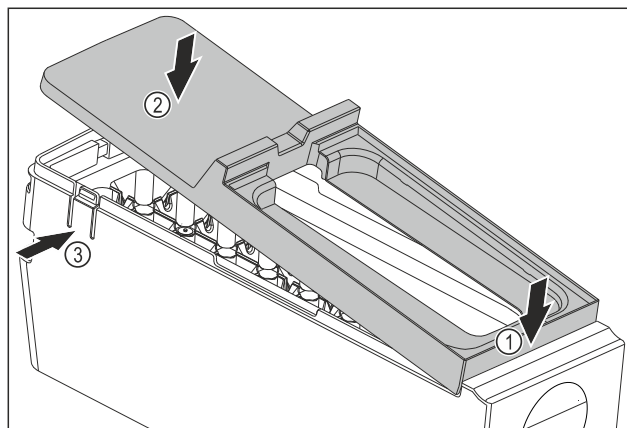

Fig. 148
- ▶ Montáž krytu korpusu EasyTwist-Ice: Nasadte kryt na přední stranu. Fig. 148 (1)
- ▶ Spusťte kryt vzadu dolů. Fig. 148 (2)
- ▷ Kryt slyšitelně zaklapne v obou lamelách Fig. 148 (3).